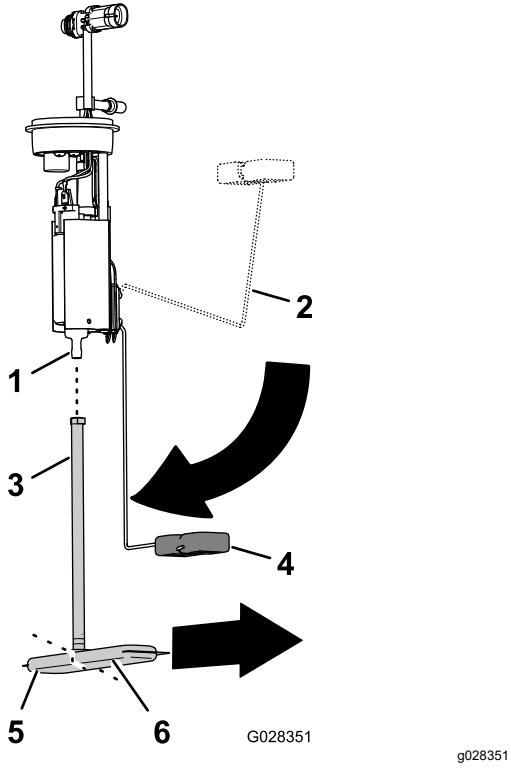

Bild 76
1. Entfernen Sie das Aufnahmerohr des Kraftstofffilters aus dem Anschlussstück der Kraftstoffpumpe (Bild 76).
2. Richten das Aufnahmerohr des neuen Kraftstofffilters am Anschlussstück der Kraftstoffpumpe aus (Bild 76).
3. Richten Sie das lange Teilstück des Kraftstofffilters mit dem Schwimmer aus, wenn sich der Schwimmerarm in der Stellung des leeren Kraftstofftanks befindet (Bild 76).
4. Schieben Sie das Anschlussstück der Kraftstoffpumpe in das Aufnahmerohr, bis das Anschlussstück vollständig sitzt (Bild 76).
2. Setzen Sie die Kraftstoffpumpe/Zuführeinheit in die Öffnung im Tank (Bild 75 und Bild 76).